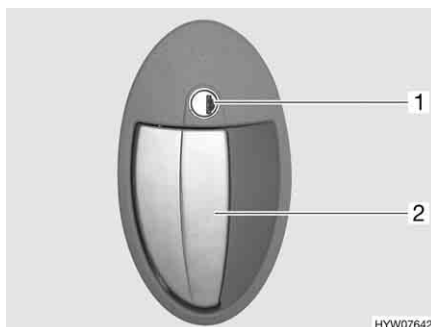

Fig. 18 Serratura della porta, lato esterno
- Inserire la chiave nel cilindro della serratura (Fig. 18,1) e ruotare in senso orario, fino a quando la serratura della porta si sblocca.
- Tirare la maniglia della porta (Fig. 18,2). La porta è aperta.
- Inserire la chiave nel cilindro della serratura (Fig. 18,1) e ruotare in senso antiorario, fino a quando la serratura della porta si blocca.